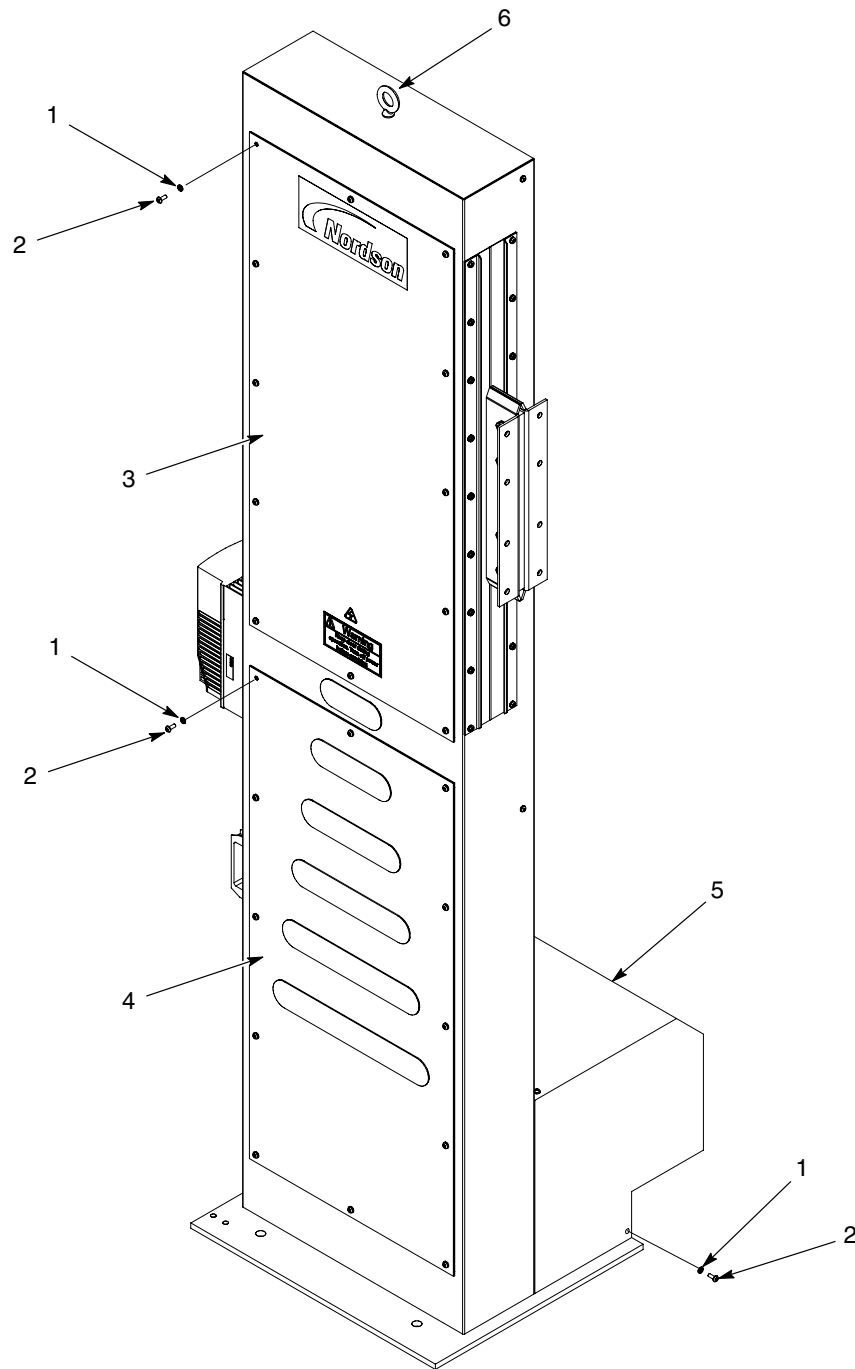

Bild 2 Demontering av kåpor
2. Se bild 2. Fäst lyftutrustningen i lyftöglan (6). Lyft försiktigt upp oscillatoren till stående ställning och ut ur transportvaggan.
4. Tag av skruvarna (2) och låsbrickorna (1) som fäster kåporna (3, 4) och kåpan på växellådsmotorn (5).